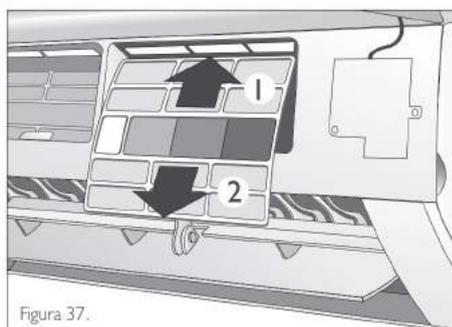

Figura 37.
- Coloque el filtro de aire correctamente (Figura 37):